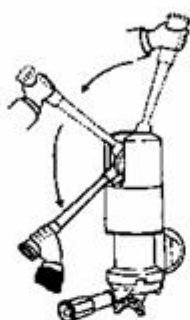

Figure 1
- 4° Appuyer sur la manette du groupe (Fig.1). Une fois arrivée en bas, les premières gouttes de café doivent apparaître à la sortie du porte-filtres. Lâcher doucement la manette pour que la distribution du café commence. Pour obtenir une plus grande quantité de café, appuyer à nouveau sur la manette.